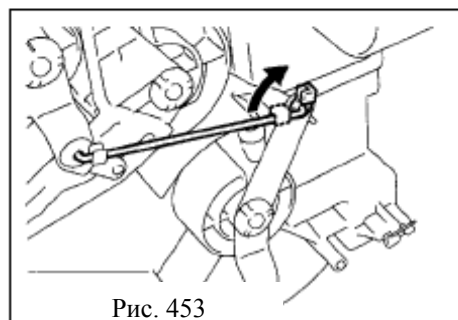

Рис. 453
(1) Отсоедините кронштейн стопора выбора режима (рис. 453)